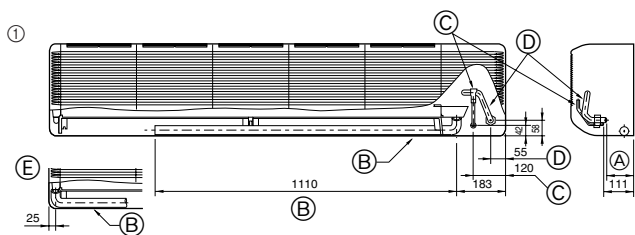

Fig. 4-3
- ① Posizionamento delle tubazioni del refrigerante e di drenaggio (Fig. 4-3)